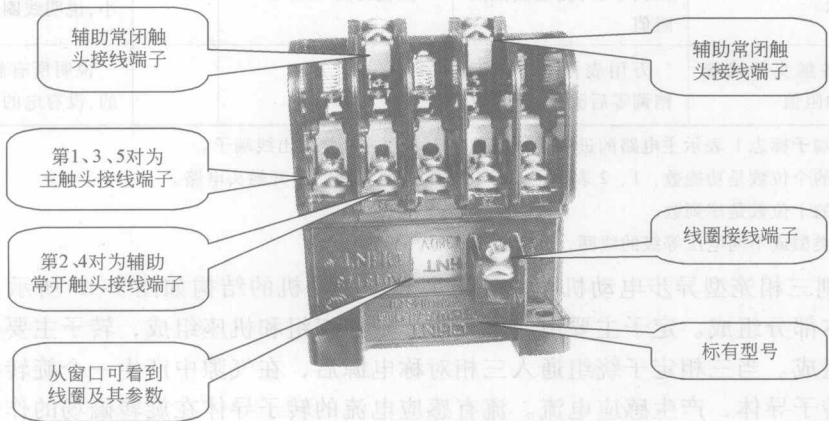

图 1-12 CJT1-10 型交流接触器
2) 识别过程。阅读图 1-12 后，按照表 1-7 识别 CJT1-10 型交流接触器。